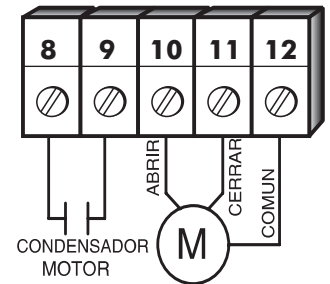

Fig.6
Para conectar el condensador de desfase del Accionamiento (fig. 6).
3.8.2.1. Presione la tecla **PRUEBA**. Comenzará la maniobra de apertura -si observa que la maniobra inicial se realiza en sentido inverso al deseado debe intercambiar la posición de los cables en las clemas 10 y 11- (ver 2.5. y fig.6). Finalizará cuando la Puerta alcance el final de carrera.
3.8.3.1. Presione la tecla **PRUEBA**. Comenzará la maniobra de apertura -si observa que la maniobra inicial se realiza en sentido inverso al deseado debe intercambiar la posición de los cables en las clemas 10 y 11- (2.5. y fig. 6). Unos momentos antes de que la Puerta abra por completo presione la tecla **PRUEBA**. Entrará en funcionamiento la función *Paros suave*. (Finalizará cuando la Puerta alcance el final de carrera).
3.8.4.1. Presione la tecla **PRUEBA**. Comenzará la maniobra de apertura -si observa que la maniobra inicial se realiza en sentido inverso al deseado debe intercambiar la posición de los cables en las clemas 10 y 11- (2.5. y fig. 6).
3.8.5.1. Presione la tecla **PRUEBA**. Comenzará la maniobra de apertura -si observa que la maniobra inicial se realiza en sentido inverso al deseado debe intercambiar la posición de los cables en las clemas 10 y 11- (2.5. y fig. 6).